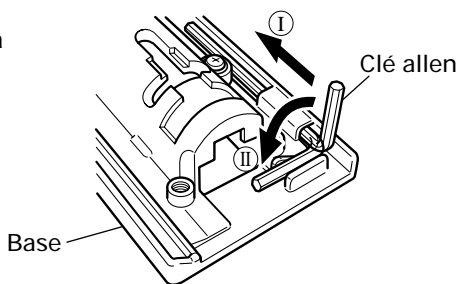

Fig. 17
- Il est possible de ranger la clé allen dans la base (voir Fig. 17).